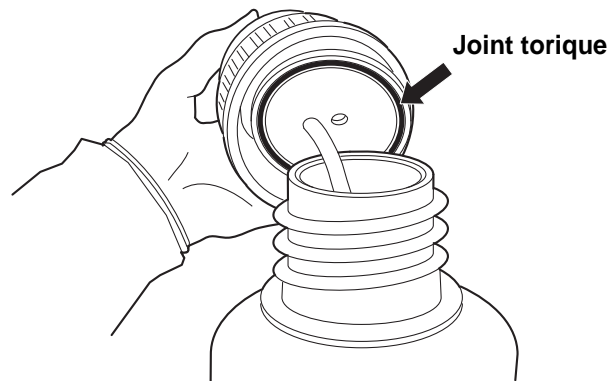

Figure 8-10 Inspection du joint torique du bidon d'évacuation des déchets
4. Avant toute remise en place, examiner le joint torique à l'intérieur du bouchon du bidon d'évacuation des déchets pour s'assurer qu'il ne contient pas de débris. Se reporter à la Figure 8-10.